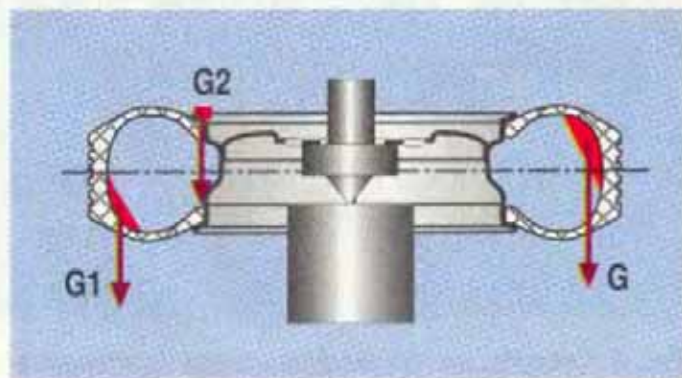

Рис. 2. Балансировка колеса на опоре: G и G1 — силы тяжести неуравновешенных масс; G2 — сила тяжести балансирующего грузика.
**Балансировка на приспособлениях** — на опоре (рис. 2), подвесе и т.д. — из имеющейся неуравновешенности колеса устраняет только статическую составляющую. Не требует применения сложного оборудования и может производиться в гаражных условиях.